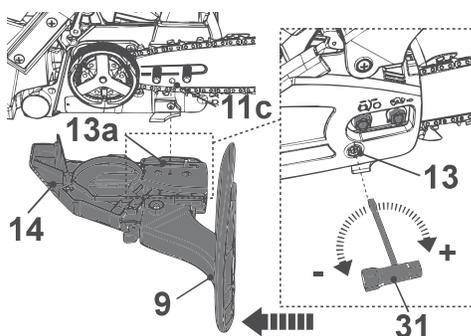

Fig. 6
**AVISO!** Puxe totalmente a proteção dianteira para a mão (9) para trás para manter o travão da corrente desengatado antes de instalar a tampa (14).
- Coloque a tampa (14). Se necessário, rode o parafuso tensor (13) para a direita ou para a esquerda com a multiferramenta (31) para ajustar o pino de aperto (13a) até atingir uma posição em que possa ser inserido no orifício de tensão (11c) (Fig. 6).